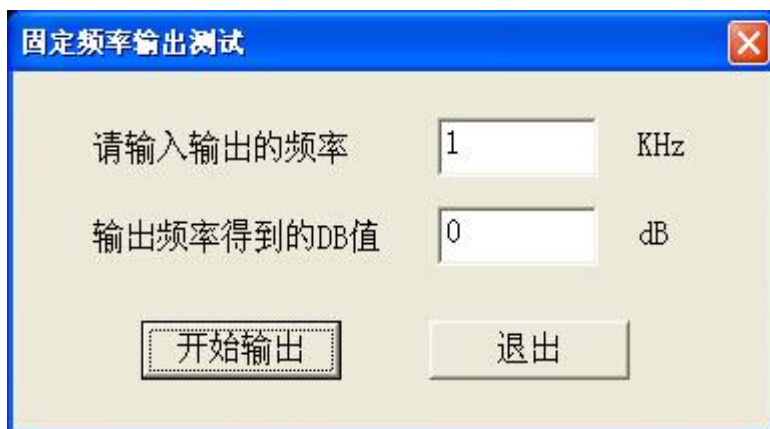

图 35
1.3.5 固定频率输出测试，选择此项目后，会打开一个要求输入输出频率的对话框，如图 35。选择“开始输出”将显示输出后得到的 dB 值，这个功能主要用来提供